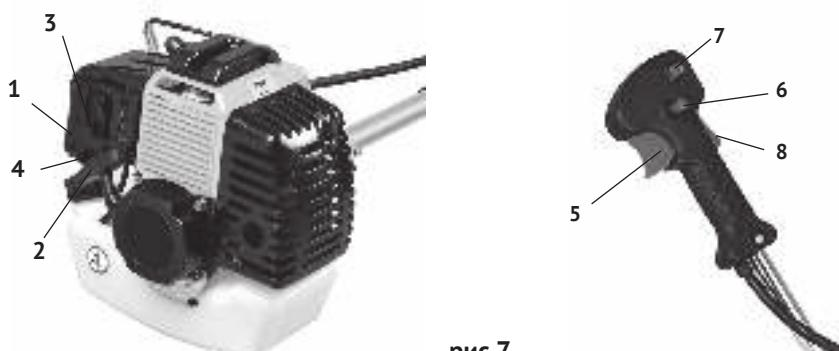

рис.7
7.1 Запуск двигателя (рис.7).
- а) перевести выключатель зажигания (рис.7 поз.7) в положение «I» - включён;
- б) 5-7 раз нажать кнопку раймера (рис.7 поз.4) до заполнения колпачка топливом;
- в) перевести рычаг воздушной заслонки (рис.7 поз.3) вверх в положение «Полностью закрыта»;
- г) несколько раз (обычно 2-3) сначала плавно (выбирая свободный ход шнура стартера), а затем энергично потяните рукоятку стартера (рис.7 поз.2) до «схватывания» (хлопок в глушителе);
- д) перевести рычаг воздушной заслонки в положение «Полностью открыта», нажать клавиши защиты и дросселя, и нажав кнопку (рис.7 поз.6), перевести двигатель в режим пуска;